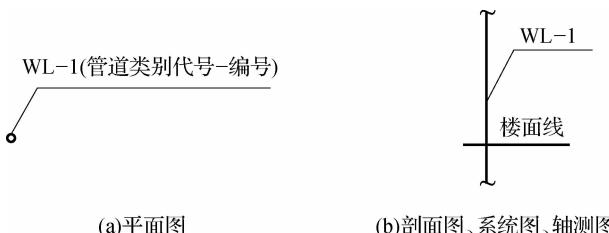

图 9-8 立管编号表示法
(2) 建筑物穿越楼层的立管,其数量超过 1 根时,应进行编号,编号宜按图 9-8 所示的方法表示。